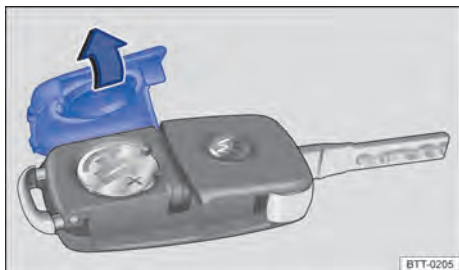

Fig. 23 Chave do veículo com comando remoto: abrir a tampa do alojamento da bateria.
A bateria encontra-se no lado posterior da chave do veículo com comando remoto, sob uma cobertura ⇒ Fig. 23.
- Retirar a cobertura no lado posterior da chave ⇒ Fig. 23 no sentido da seta ⇒ .
- Posicionar a cobertura conforme indicado ⇒ Fig. 23 e pressionar no sentido contrário ao da seta sobre a carcaça da chave do veículo até encaixar.